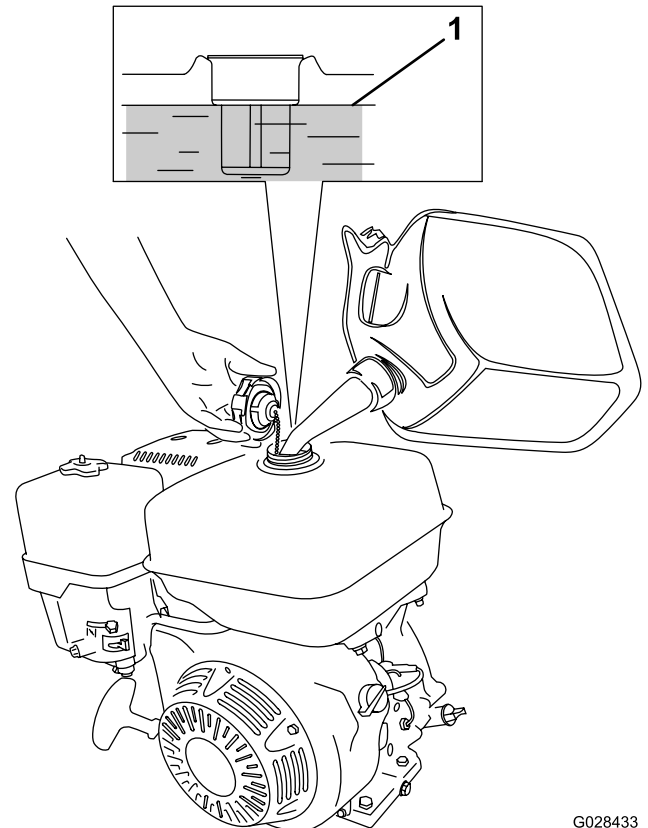

Figure 23
1. Nettoyez la surface autour du bouchon du réservoir de carburant et enlevez le bouchon (Figure 23). Remplissez le réservoir d'essence sans plomb (indice d'octane minimum 87 à la pompe) jusqu'à environ 25 mm en dessous du haut du réservoir pour permettre à l'essence de se dilater.